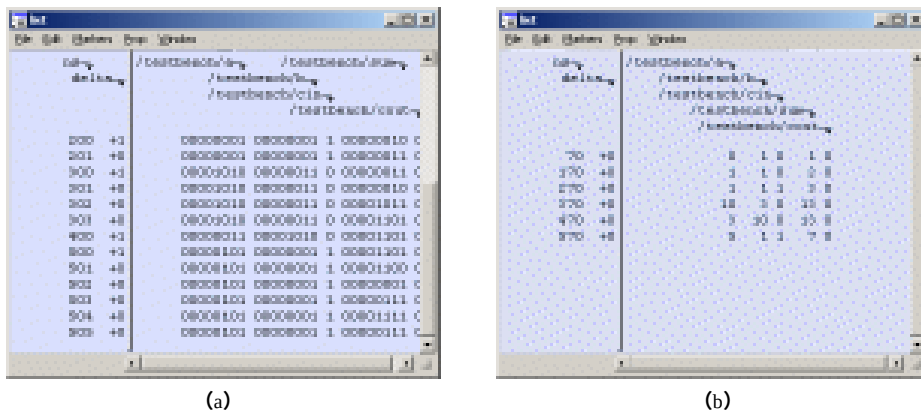

图3-55 不同设置的列表窗口显示效果
4. 图 3-55 显示了【Book/Chapter3/Examples3-8】项目中列表窗口的情形，图 3-55 (a) 所示为设置前默认的显示效果，图 3-55 (b) 所示为设置后的显示效果。